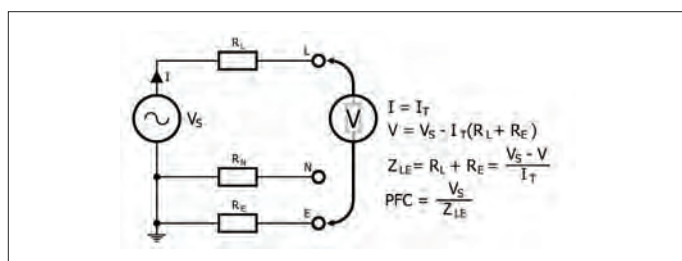

Figure 4. Calcul de l'impédance de défaut à la terre  $Z_S$  (ou  $Z_E$ ) ou du courant de défaut à la terre P(E)FC.
Un testeur PSC mesure également l'impédance de la boucle de défaut à la terre  $Z_S$  ou  $Z_E$  ou le courant de défaut prospectif PFC (aussi appelé PEFC). Cela correspond à l'impédance du circuit entre les conducteurs P et (P)E en cas de court-circuit entre les deux (**fig. 4**). Une faible impédance entraînera un courant de défaut élevé, qui déclenchera rapidement les protections. Il permet également d'assurer une petite différence de potentiel entre le conducteur (P)E sur la prise et la terre sur laquelle vous vous trouvez.